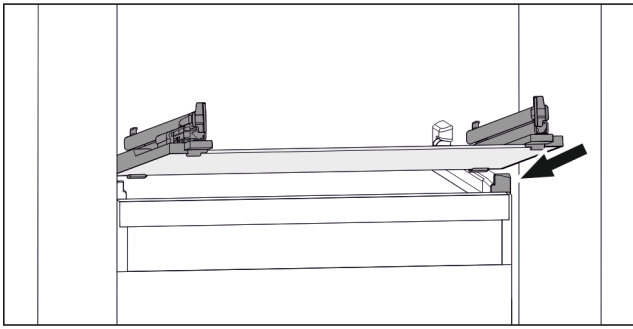

Fig. 49 Voorbeeldweergave van glasplaat
- ▶ Glasplaat schuin achter de stoppers op containerrib plaatsen. (zie Fig. 49)